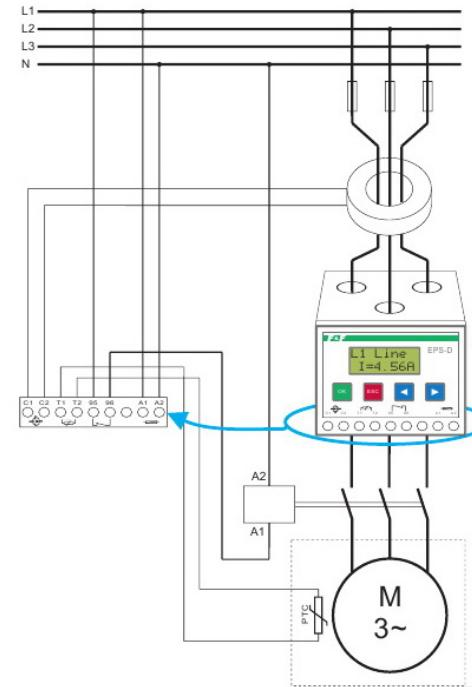
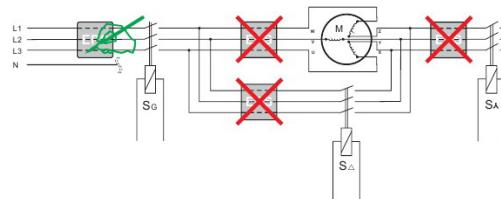

Рис. 2: Схема подключения EPS-D к электрической цепи
Рис. 3: Схема подключения EPS-D при защите двигателя с пусковой системой «Звезда-треугольник»
- Провода, питающие электродвигатель, пропустить через отверстия в корпусе. Подключить EPS-D согласно схеме на рис. 2. При защите двигателя с пусковой системой «Звезда-треугольник» подключить изделие согласно рис.3. Зажимы A1-A2 – напряжение питания. Зажимы 95-96 – контакты исполнительного реле.